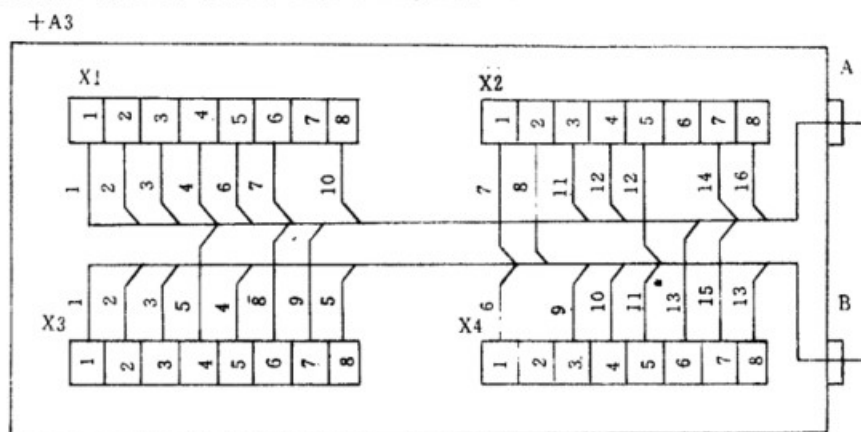

图 3 有确定装接位置的线缆示例
4.2 在图上一般表示出直接与外部线缆芯线相接的项目。必要时也可表示出有助于确定线缆装接位置的项目,并应与其实际位置相对应。见图 3。